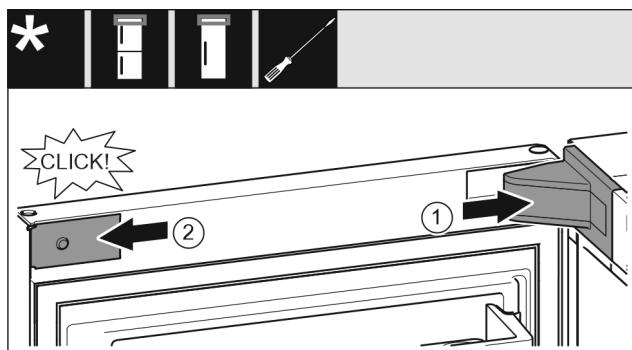

Fig. 20
- Namestite pokrov in ga zataknite, po potrebi ga previdno potisnite nazaren. Fig. 20 (1)
- Ob strani namestite zaslонko in jo zataknite. Fig. 20 (2)